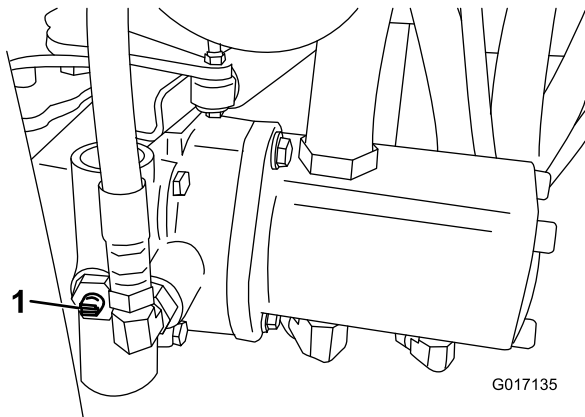

Figura 32
1. Localize a válvula de derivação na bomba e rode-a de forma a que a ranhura fique na vertical (Figura 32).
2. Antes de ligar o motor, feche a válvula de derivação rodando-a de forma a que a ranhura fique na horizontal (Figura 32). Não ligue o motor quando a válvula se encontrar aberta.